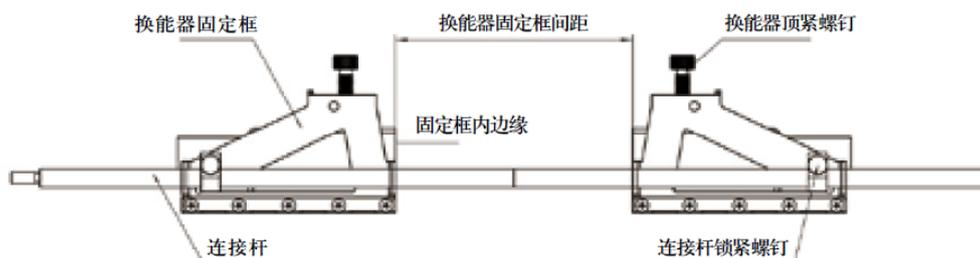

图3-11换能器紧固装置
(2) 根据安装方式，把设定在同一条线上的两支换能器紧固装置用连接杆连接起来（单根连接杆长度不足时，连接多根连接杆），以保证两支换能器紧固装置在同一轴线上；调整两支换能器紧固装置的轴向位置，用卷尺测量尺寸，使两支换能器固定框间距等于主机显示的安装距离，然后用锁紧螺钉把连接杆锁紧牢固，即完成换能器紧固装置的组装，如图3-11所示；